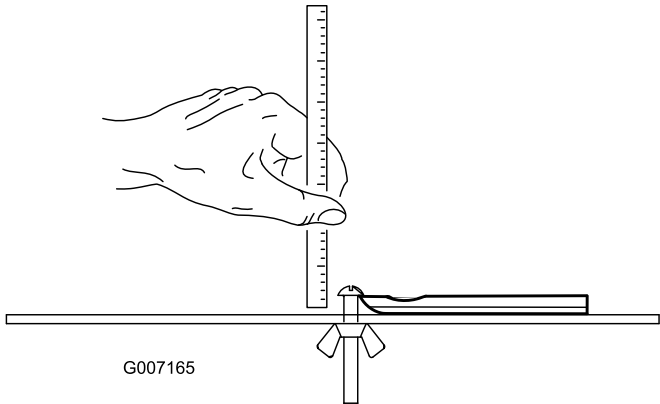

Figura 22
**Nota:** Todas as medidas dos limites de assistência da lâmina se referem à parte inferior da lâmina (Figura 22)